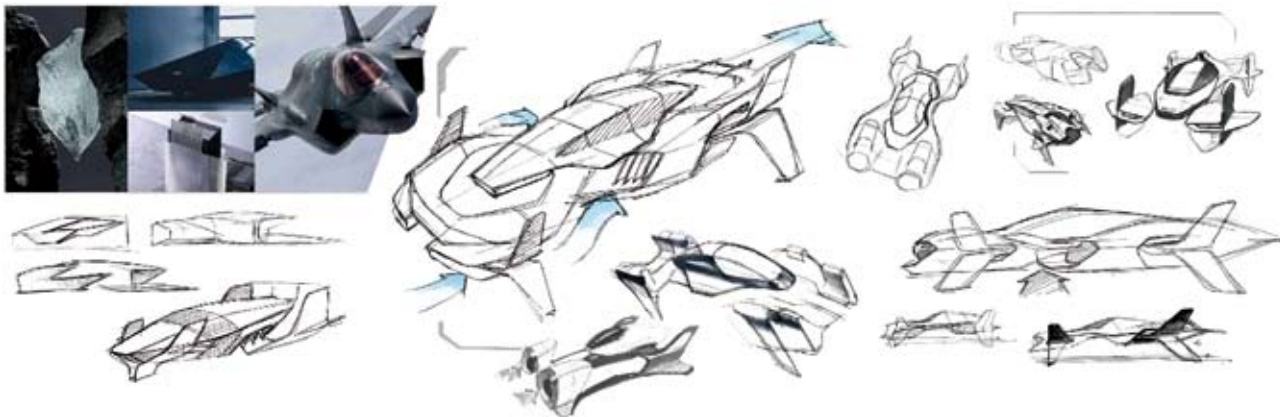

图 0-18 灵感手绘图 (郭彦之)
(2) 记录灵感。多用纸和笔记记录你周围的事物。灵感源于生活,当你不断地在生活中进行手绘记录时,你会发现自己的手绘能力逐步变得收放自如。(图 0-18)